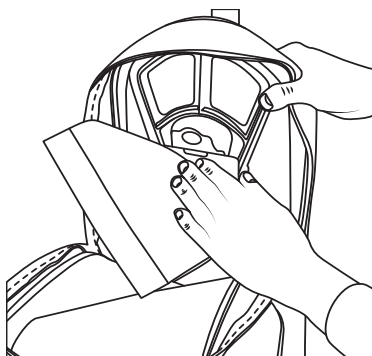

Fig. 10
3. Para instalar una bolsa nueva, coloque la parte inferior del cuello de la bolsa en el soporte del cuello de la bolsa (Fig. 10).